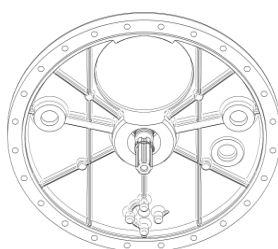

图 25
(1)拆下分接开关头盖 24 个 M10 螺栓，17 号扳手，注意不要损伤头盖上的 O 形密封圈(图 25)。